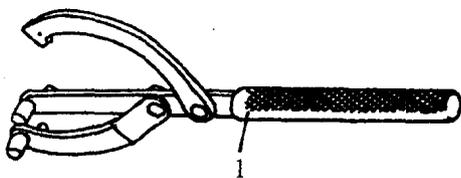

图 1-5 飞轮夹持器
(1) 先用飞轮夹持器(见图 1-5)固定磁电机飞轮,卸下磁电机飞轮锁紧螺母。